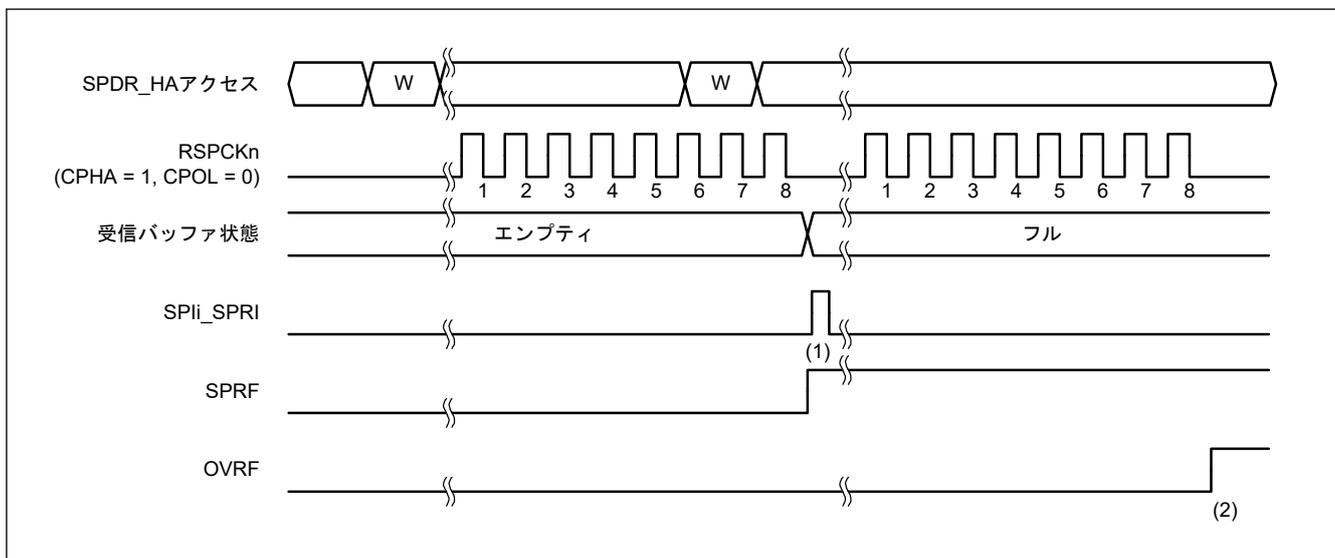
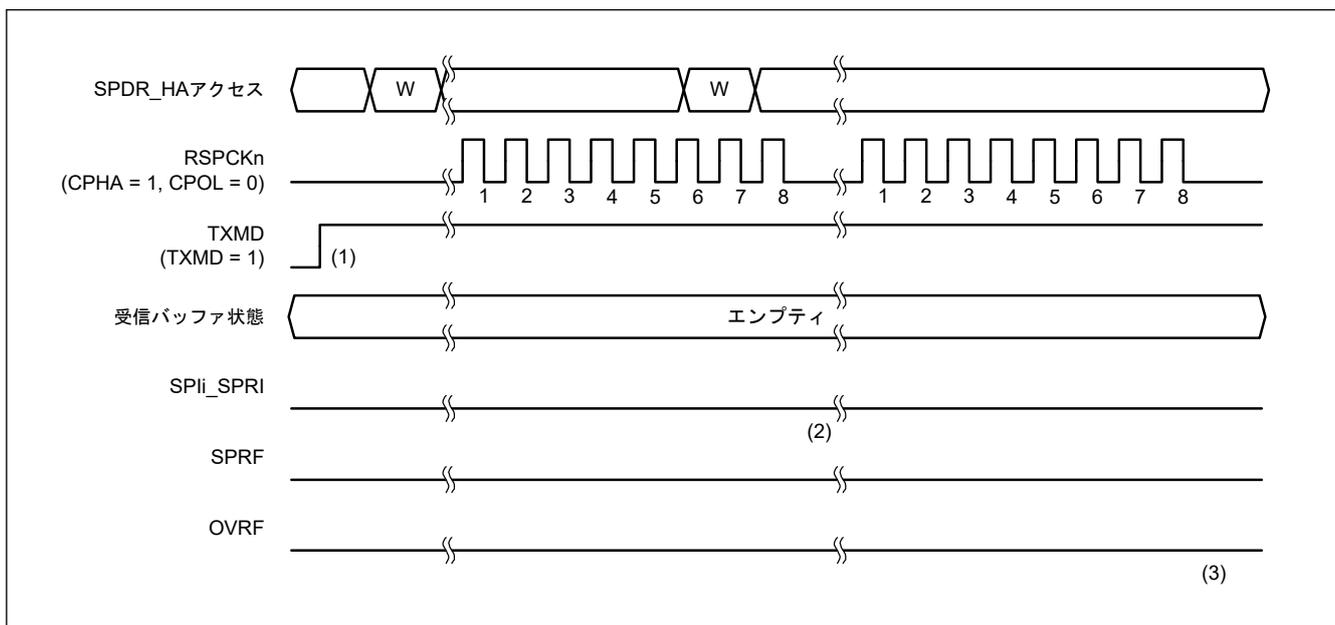

図 27.23 SPCR.TXMD = 0 の動作例
図 27.24 SPCR.TXMD = 1 の動作例
通信動作モード選択ビット (SPCR.TXMD) の設定により、全二重同期式シリアル通信または送信のみの動作が選択できます。図 27.23 および 図 27.24 に記載した SPDR アクセスは、SPDR レジスタへのアクセス状況を示しています。W は書き込みサイクルを示しています。
図 27.23 に、通信動作モード選択ビット (SPCR.TXMD) を 0 にした場合の動作例を示します。この例では、SPCMD0.CPHA ビットが 1、SPCMD0.CPOL ビットが 0 の設定で、SPI が 8 ビットのシリアル転送を実行しています。RSPCKn 波形の下に記載した数字は、RSPCK サイクル数 (= 転送ビット数) を示しています。
以下に、図 27.23 の (1)、(2) に示したタイミングでのフラグ動作を説明します。
図 27.24 に、通信動作モード選択ビット (SPCR.TXMD) を 1 にした場合の動作例を示します。この例では、SPCMD0.CPHA ビットが 1、SPCMD0.CPOL ビットが 0 の設定で、SPI が 8 ビットのシリアル転送を実行しています。RSPCK_n 波形の下に記載した数字は RSPCK サイクル数 (= 転送ビット数) を示しています。
以下に、図 27.24 の (1)~(3) に示したタイミングでのフラグの動作内容を説明します。